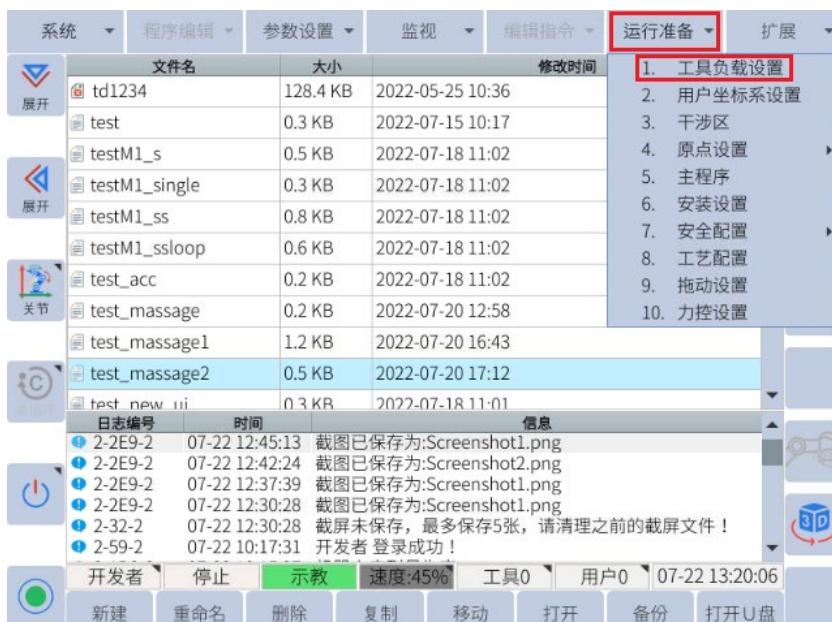

图 6-34: 顶部菜单栏 “运行准备-&gt;工具负载设置”
- 点击顶部菜单栏中的运行准备->工具负载设置，进入工具号界面，如图6-34所示：